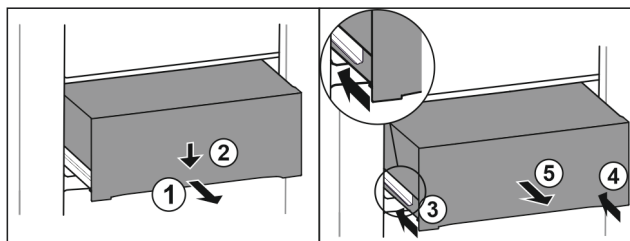

Fig. 144
- ▶ Izvucite ladicu na pola. Fig. 144 (1)
- ▶ Pritisnite ladicu naprijed prema dolje. Fig. 144 (2)
- ▶ Gurnite lijevu vodilicu za oko 2 cm. Fig. 144 (3)
- ▶ Gurnite desnu vodilicu za oko 2 cm. Fig. 144 (4)
- ▶ Izvadite ladicu prema naprijed. Fig. 144 (5)